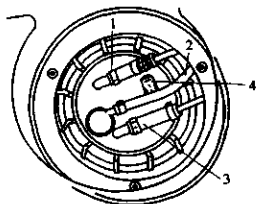

图 2-93 拔下电线接头
- 4) 拔下导线插头 4, 如图 2-93 所示。
3) 从密封凸缘上拔下进油管 4 和回油管 1 和通气管 2，再拔下 3 个端子的导线插头 4，见图 2-93 所示。